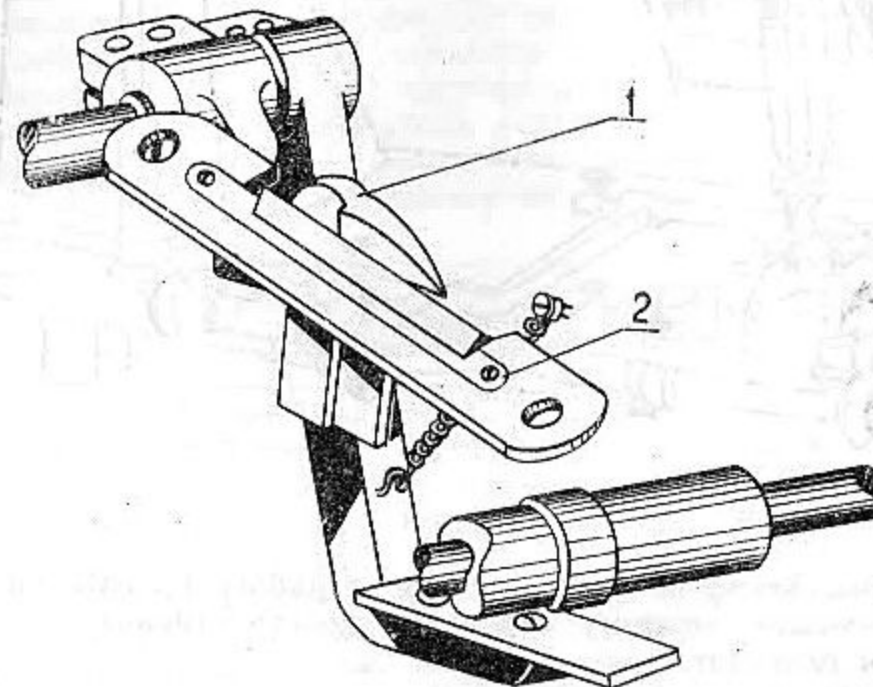

Рис. 7
6.8. Ножевое устройство (рис. 7)